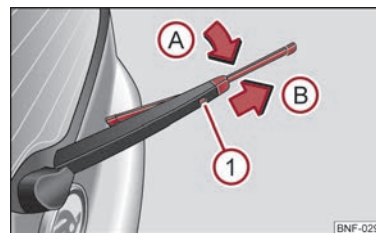

Fig. 31 Viskerblad til bagrude
- Løft viskerarmen fra bagruden, og vip viskerbladet lidt i retning mod viskerarmen, pil A ⇒ Fig. 31.
- Løsn låseanordningen ① med den anden hånd, og tag viskerbladet af i pilens retning B.